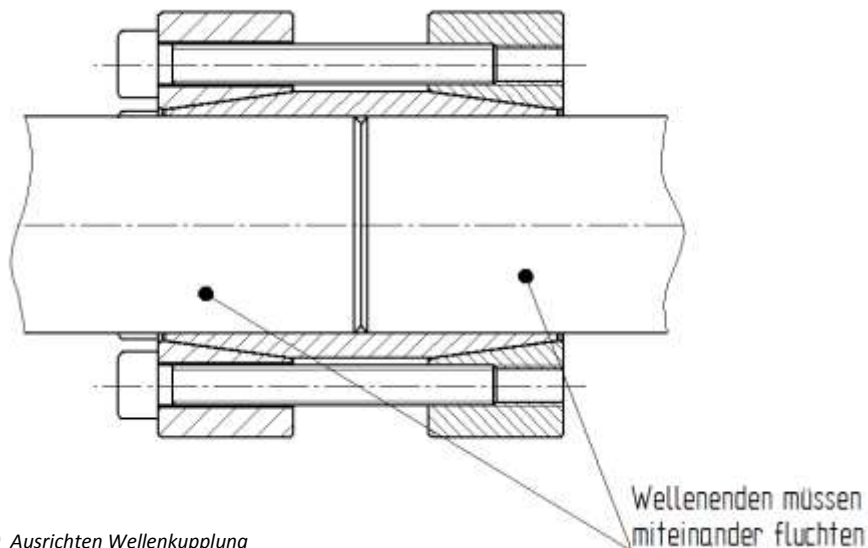

Bild 3) Ausrichten Wellenkupplung
- Die Spannschrauben von Hand leicht anziehen und die starre Wellenkupplung sowie die Wellen ausrichten (siehe Bild 3)